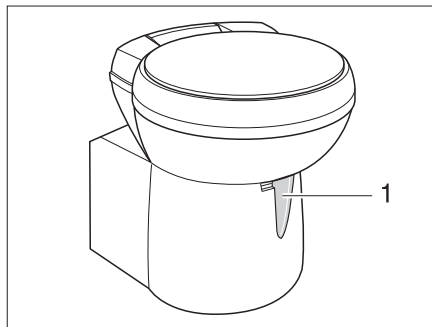

Bild 254 Thetford-toalettskål, svängbar
- Öppna spjället på Thetford-toaletten före spolning. Skjut för detta spjällspaken (Bild 254,1) moturs.